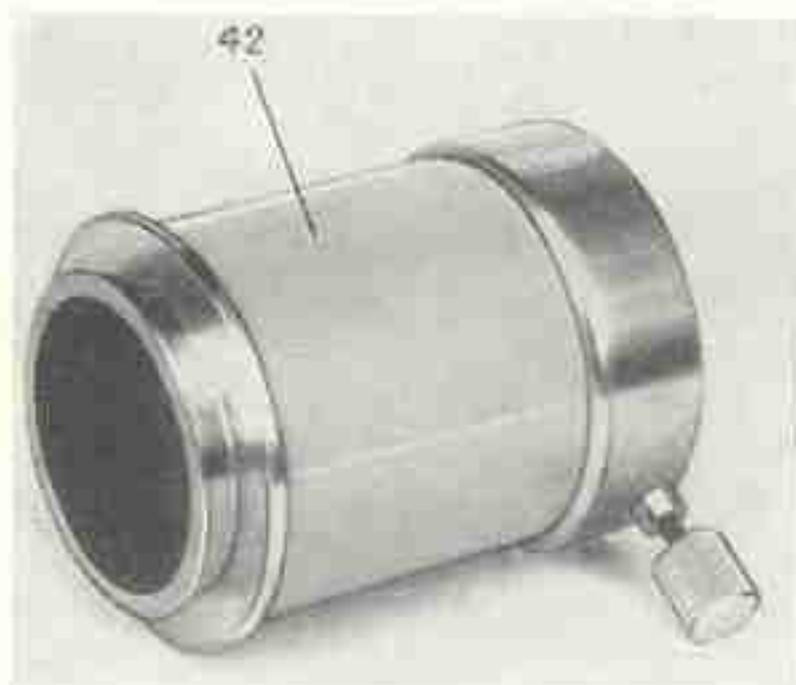

Рис. 5
- Рис. 5. Объектив с салазками.